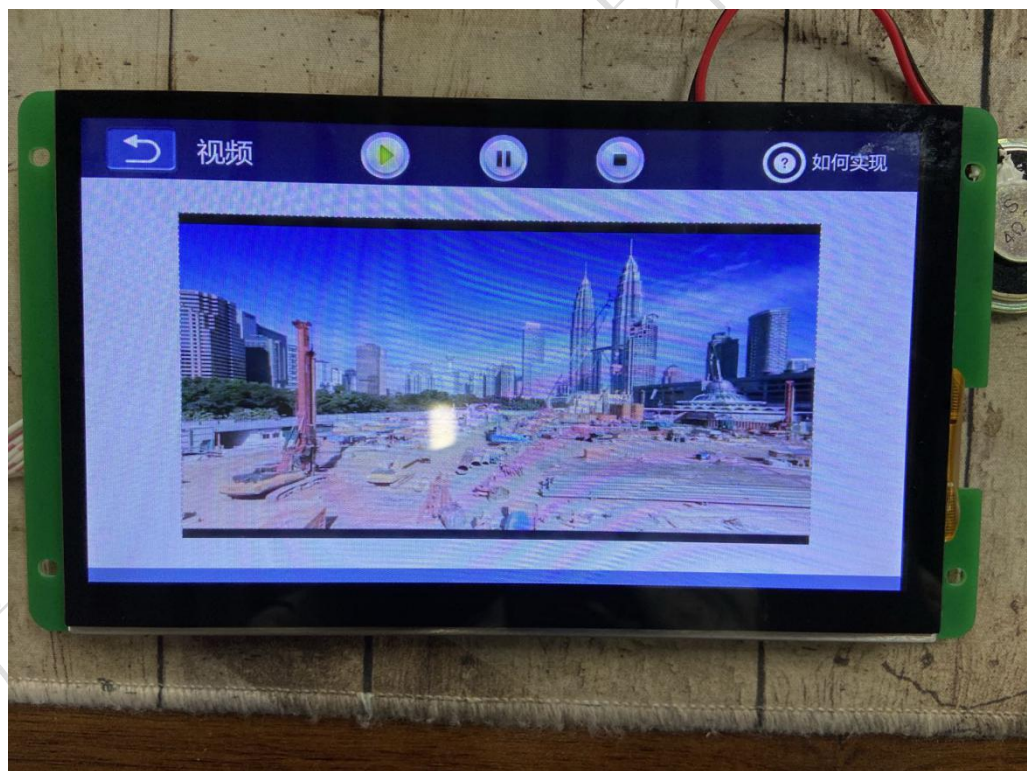

图 6-6 播放视频
6. 配置完成后, 下载工程到实体屏运行如图 6-6 所示: